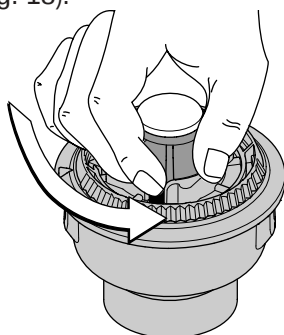

Fig. 20
1. Tenez la bobine extérieure et dévissez le bouton de butée à gauche (Fig. 20).